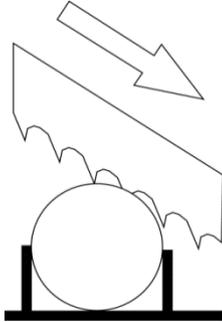

Abb. 8-10: Schnittrichtung des Sägebands
- Das neue Sägeband anbringen, indem es zunächst zwischen die Blöcke und dann in die Laufringe der Schwungscheiben gelegt wird. Dabei auf die Schnittrichtung der Zähne achten (Abb. 8-10).